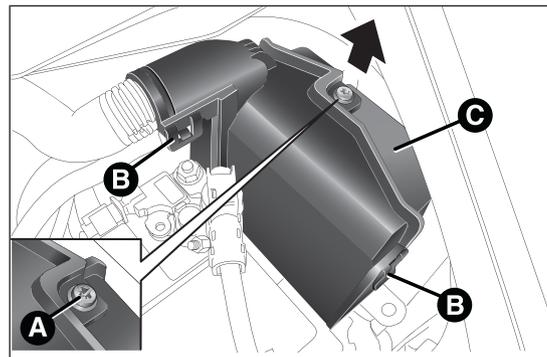

fig. 153
- svitare la vite A fig. 153, liberare le linguette B e sfilare verso l'alto il coperchio C.